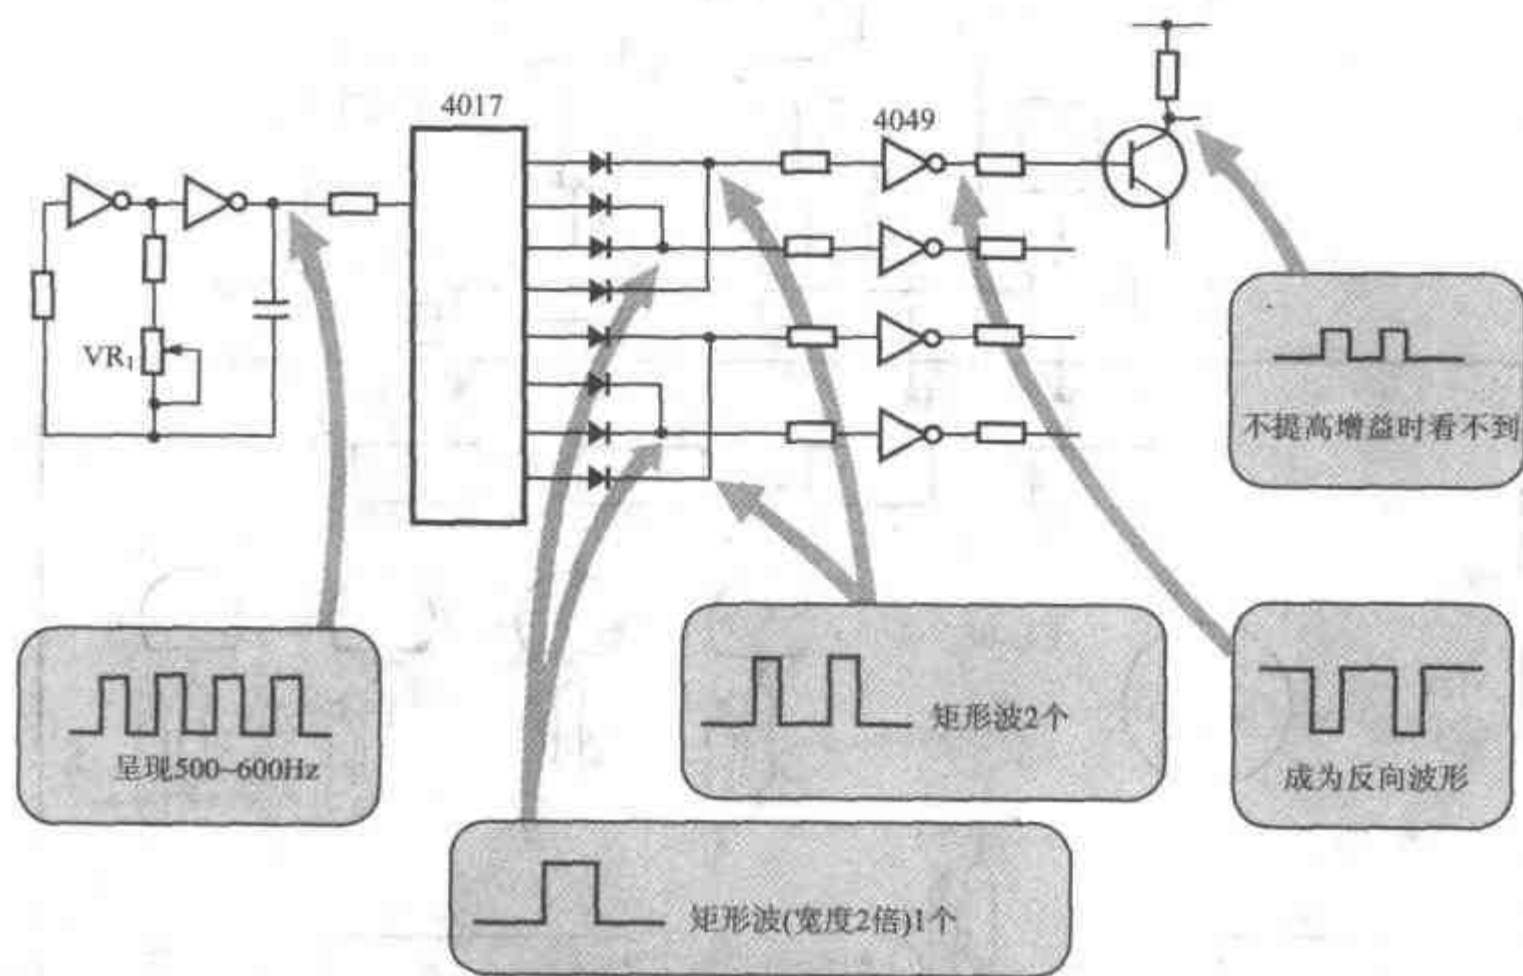

图16 二极管的输出波形
① 用同步示波器观察时钟的振荡。用 VR_1 将它调整到 500~600Hz。这是由于时钟频率一般在 500~600Hz 左右为好。总之先决条件是能在目的范围内可变地产生振荡。
② 用同步示波器观察二极管合成的输出波形。成为图16所示的1个和2个不同的波形。